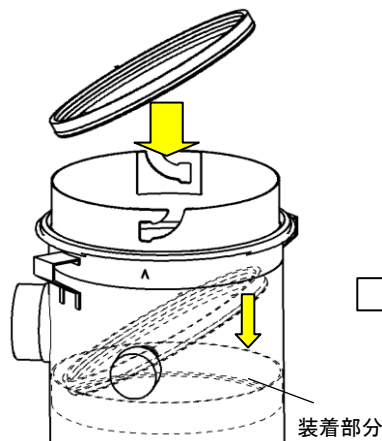

図 6-1. ホルダ Assy 交換
- ①古いホルダ Assy を取り外します。
- ②新しいホルダ Assy を斜めにしてケースに入れ、装着部分に取付けします。（図 6-1）